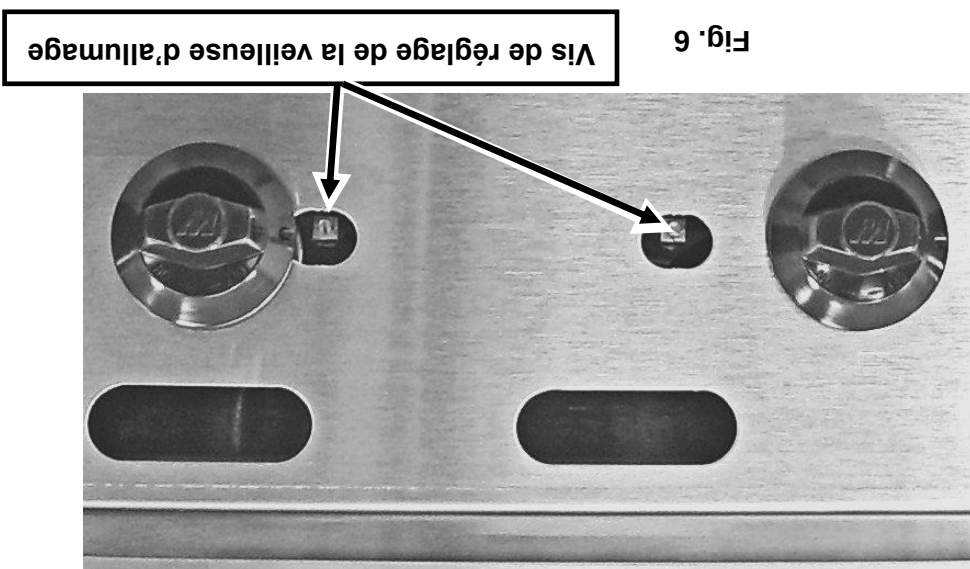

Fig. 6
3. Turn main gas shut-off valve ON. Light the pilots. Adjust the pilot valve screw(See Fig.6) until the pilot flame has a slight yellow tip.
Using a flathead screwdriver, turn the slotted hex-head pilot adjustment screw clockwise to decrease the flame, and counterclockwise to increase the flame. See Fig. 6.
À l'aide d'un tournevis à tête hexagonale fendue de réglage de la veilleuse d'allumage dans le sens des aiguilles d'une montre pour diminuer la flamme et dans le sens contraire des aiguilles d'une montre pour augmenter la flamme. Voir Fig. 6.
3. Ouvrez le robinet d'arrêt principal du gaz. Allumez la veilleuse d'allumage. Réglez la vis de la soupape de la veilleuse (voir Fig. 6) jusqu'à ce que l'affamme de la veilleuse ait une légère pointe jaune.